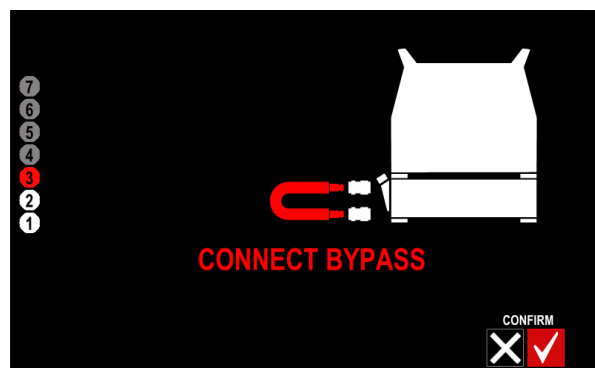

Figura 16
- Conecte la manguera corta roja con los conectores rápidos para el agua (DERIVACIÓN incluida con el equipo) en la toma de salida azul y roja del frente del refrigerador (Figura 16 o 24). Observe el circuito del refrigerante.